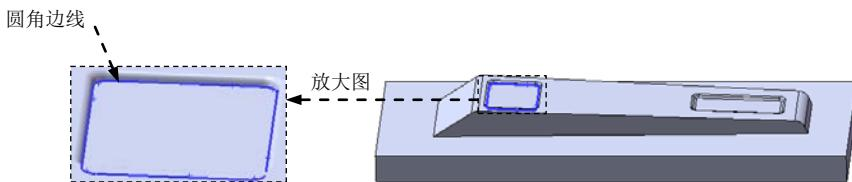

图 12.2.28 圆角边线
(2) 定义圆角类型。采用系统默认的圆角类型。
(3) 定义圆角对象。选取图 12.2.28 所示的边线为要圆角的对象。
(4) 定义圆角的半径。在 **圆角项目(1)** 区域的 文本框中输入圆角半径值 1.0，选取 **切线延伸(G)** 复选框。
(5) 单击 按钮，完成圆角 7 的创建。